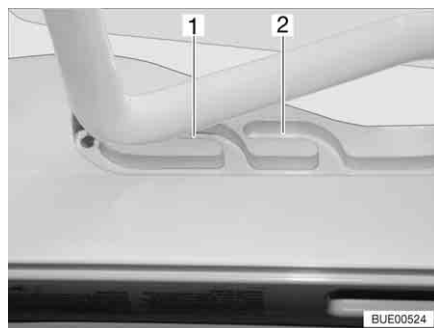
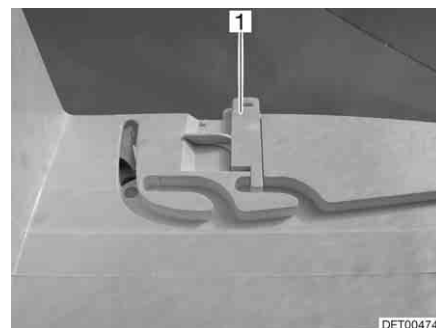

Fig. 62 Claraboya Heki en posición de ventilación
Fig. 63 Bloqueo de la posición de ventilación
La claraboya Heki se puede colocar en dos posiciones de ventilación: Posición de mal tiempo (Fig. 62,1) y posición mediana (Fig. 62,2). Según el modelo, la claraboya podrá ser bloqueada en la posición central con los dos pestillos (Fig. 63,1) a la izquierda y la derecha en el marco de la claraboya.
- Presionar el estribo ligeramente hacia arriba y empujarlo en la guía seleccionada (Fig. 62,1 ó 2) y, si fuera necesario, bloquearlo.